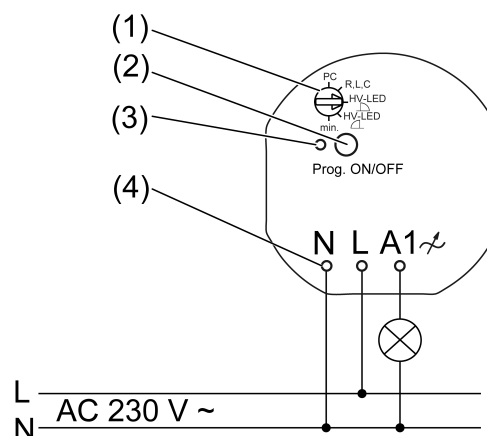

Bild 1: Anslutningsplan
- Anslut lasten enligt anslutningsschemat (Bild 1).
- Montera aktuatorn i apparatdosan på ett sådant sätt att knappen **Prog** (2) och statuslysdioden (3) är synliga.